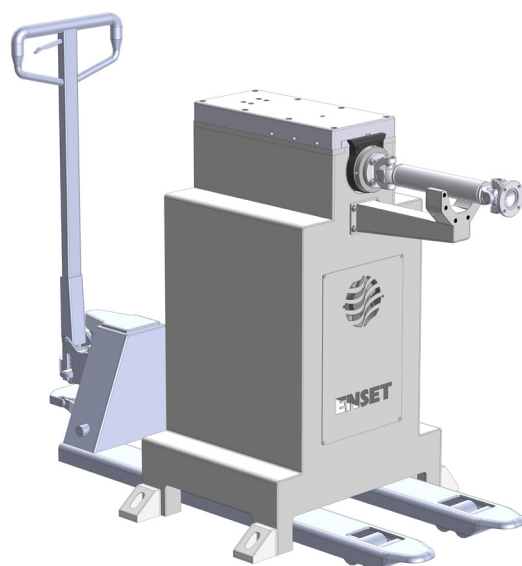

Рисунок 4
6.5 Выгрузка изделия должна производиться с соблюдением техники безопасности и только согласно правилам охраны труда. Перед выгрузкой убедиться в отсутствии видимых повреждений изделия и/или его упаковки. При выгрузке изделия из транспорта на поддоне необходимо проконтролировать отсутствие перекоса в горизонтальной плоскости. Для выгрузки можно пользоваться штабелёром, бобкэтом или другим вилочным погрузчиком под поддон. После размещения на ровной твёрдой поверхности изделие распаковывается, намечается площадь установки. С поверхности деревянного поддона изделие можно снять, подогнав штабелёр или бобкэт под кромку нижних стоек изделия, см. рисунок 4.